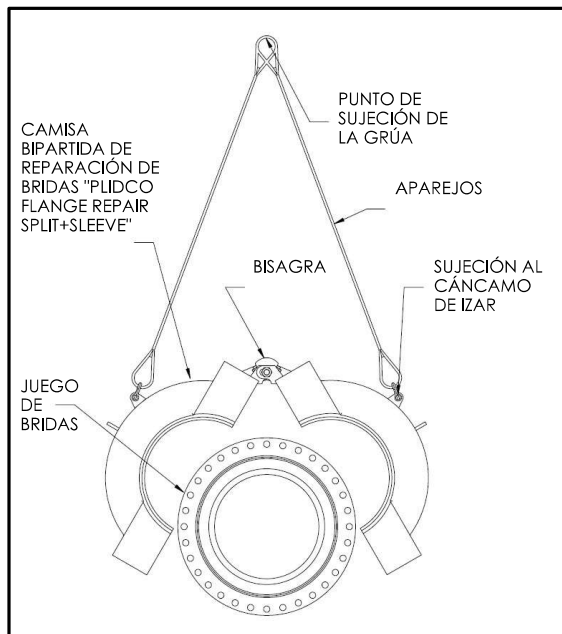

Figura 8
3. Sujete los aparejos del tamaño apropiado, como cadenas, cables o correas, a un punto único de sujeción de la grúa. El aparejo debe ser lo suficientemente largo como para que no interfiera con la apertura y cierre del accesorio como se muestra en la Figura 8.
4. Levante el accesorio por el punto único de sujeción de la grúa. La camisa bipartida de reparación de bridas "PLIDCO Flange Repair Split+Sleeve" se abrirá como se muestra en la figura 8.
5. Coloque el accesorio por encima de la tubería y bájelo lentamente sobre la tubería como se muestra en la Figura 8. El interior del accesorio entrará en contacto con la tubería y el accesorio comenzará a cerrarse a medida que se baja. Algunos accesorios pueden requerir una fuerza lateral adicional para cerrar el accesorio alrededor del tubo. Siempre mantenga todas las partes del cuerpo alejadas del interior del accesorio en todo momento mientras se baja el accesorio sobre el tubo. Esto es para garantizar la seguridad en caso de que el accesorio se cierre de golpe.